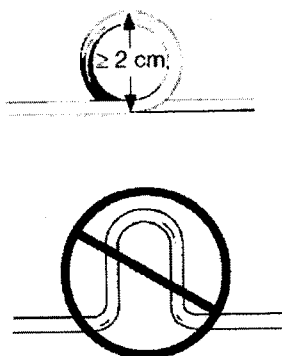

Figura 3. Enrollamiento del electrodo sobrante.
- Enrolle el electrodo sobrante formando un bucle circular mayor de 2 cm de diámetro. No utilice un bucle o curvatura en forma de U (Figura 3). Un bucle circular reduce la posibilidad de interferencias electromagnéticas y sus efectos, e impide que el cuerpo del electrodo se retuerza y sufra daños.